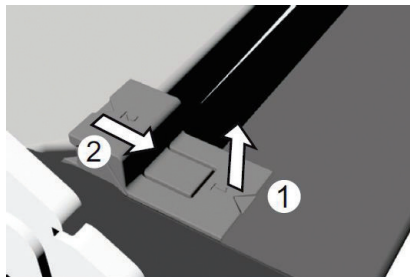

FIGURE 13
Pour démonter la vitre, tirez chaque support vers le haut (1) puis, poussez-le vers l'avant (2) (voir figure 13).